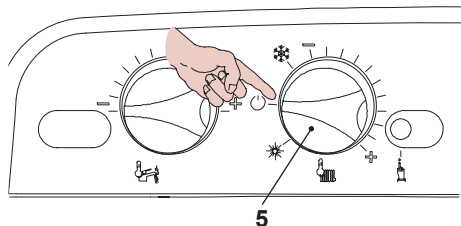

Fig. 8.13
- Per uscire dalla programmazione posizionare il selettore di funzione 5 in "0" (Fig. 8.13), oppure togliere alimentazione elettrica alla caldaia.